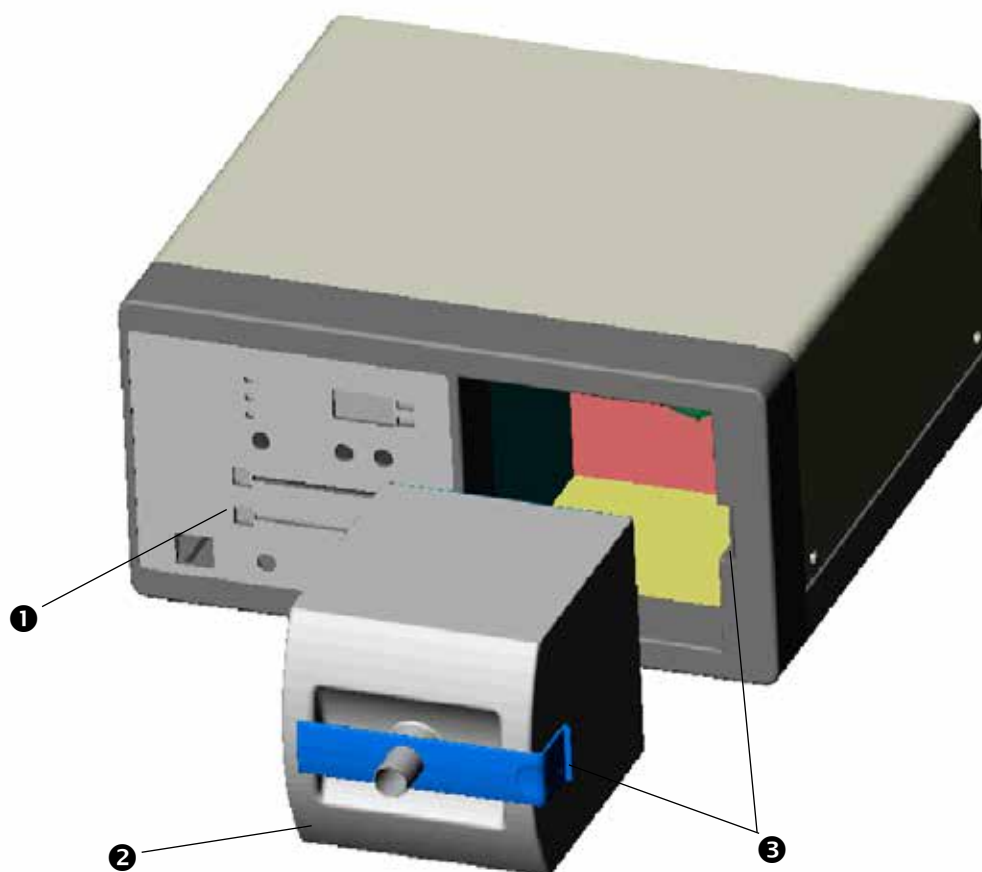

Bild 1. AtmoSafe Gesamtansicht
- Nachdem Sie die Verpackung und die Verschlussstopfen entfernt haben, schieben Sie bitte den Hauptfilter (❷, Bild 1, S. 15) in den Filterschacht des Geräts, bis er einrastet. Achten Sie darauf, dass der Verschluss des Filters auf der rechten Seite liegt.